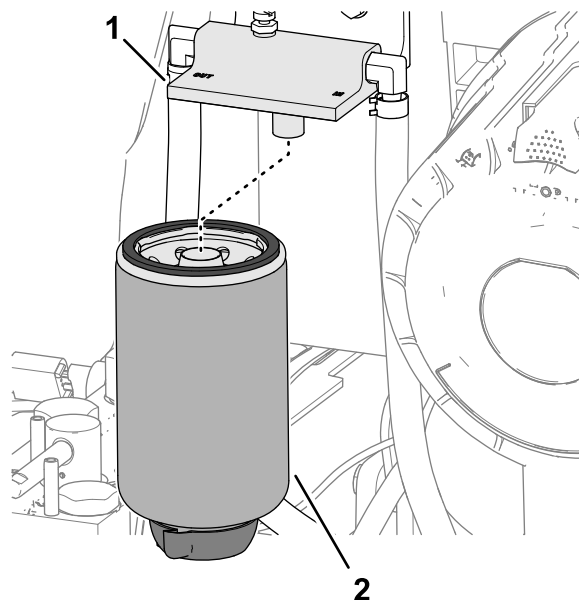

Figure 83
2. Nettoyez le filtre séparateur eau-carburant et la tête du filtre (Figure 83).